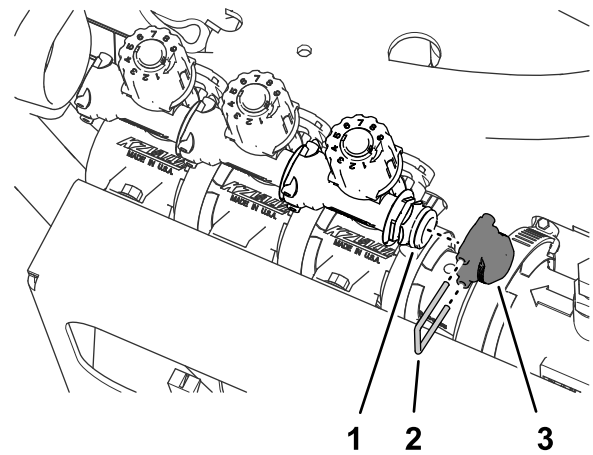

Figure 63
3. Retirez l'étrier qui fixe l'obturateur au raccord rapide de la soupape de dérivation (Figure 63).